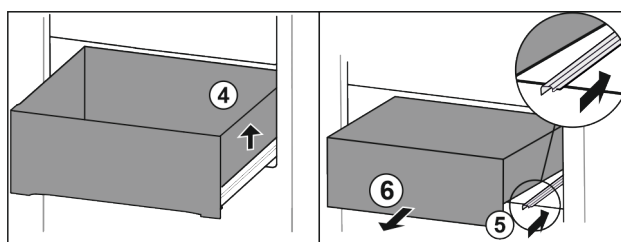

Fig. 97
- Nadzvedněte zásuvku vpravo. Fig. 97 (4)
- Zasuňte pravou kolejničku. Fig. 97 (5)
- Vyjměte zásuvku dopředu. Fig. 97 (6)